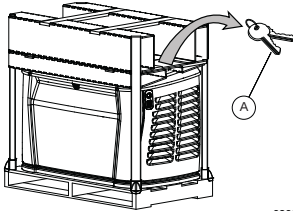

Figure 2-1. Génératrice à caisse avec clés
2. Voir Figure 2-1. Fixer la clé (A) fixée au carton au-dessus de la génératrice. Déposer les supports d'emballage.